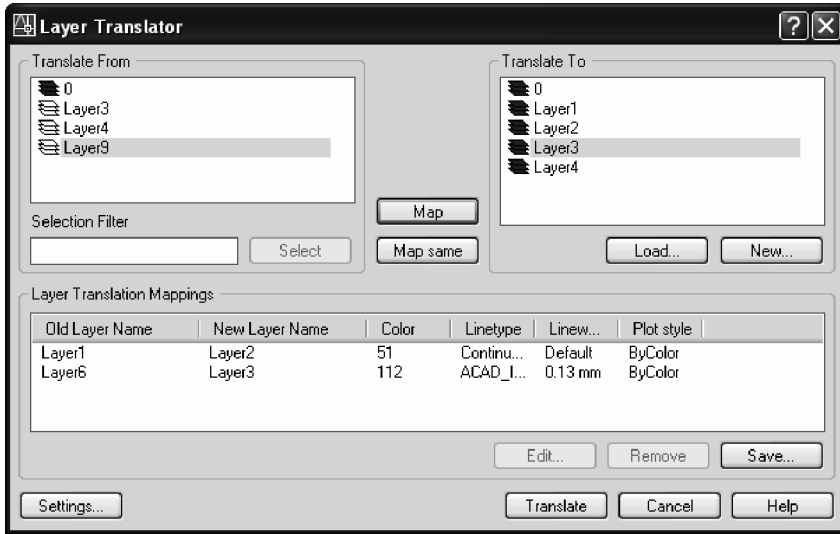

Fig. 5.49 Fereastra **Layer Translator**
2. În urma acțiunii comenzii, apare o fereastră de dialog, ca în Fig. 5.49. În partea stângă a ferestrei sunt listate straturile desenului curent.